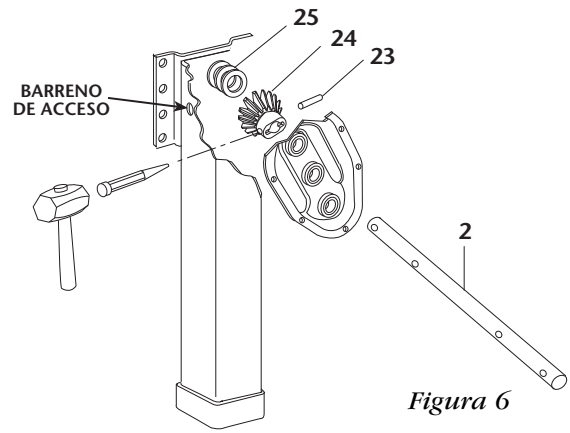

Figura 6
6. Coloque un punzón en el barreno de acceso, alinearlo con el perno de la ranura del engrane de piñón biselado (*Ítem 23*) y saque el perno ranurado (consulte la *Figura 6*).